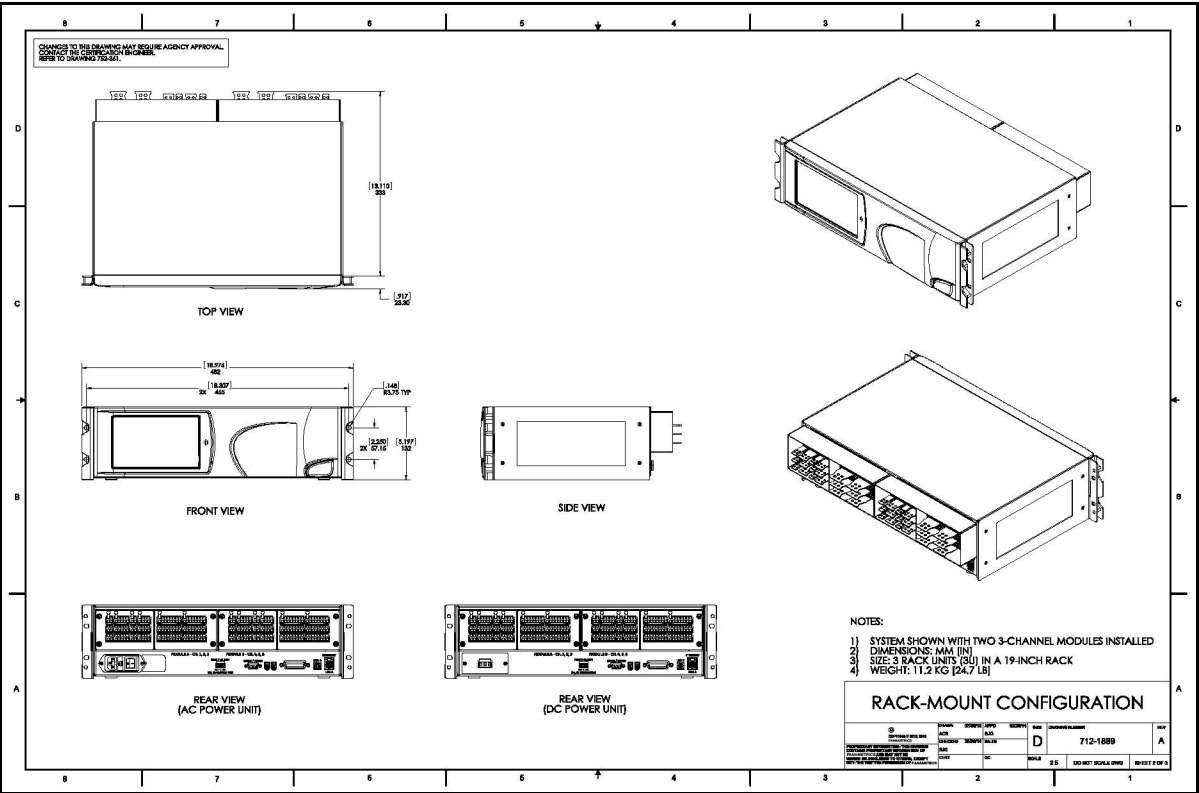
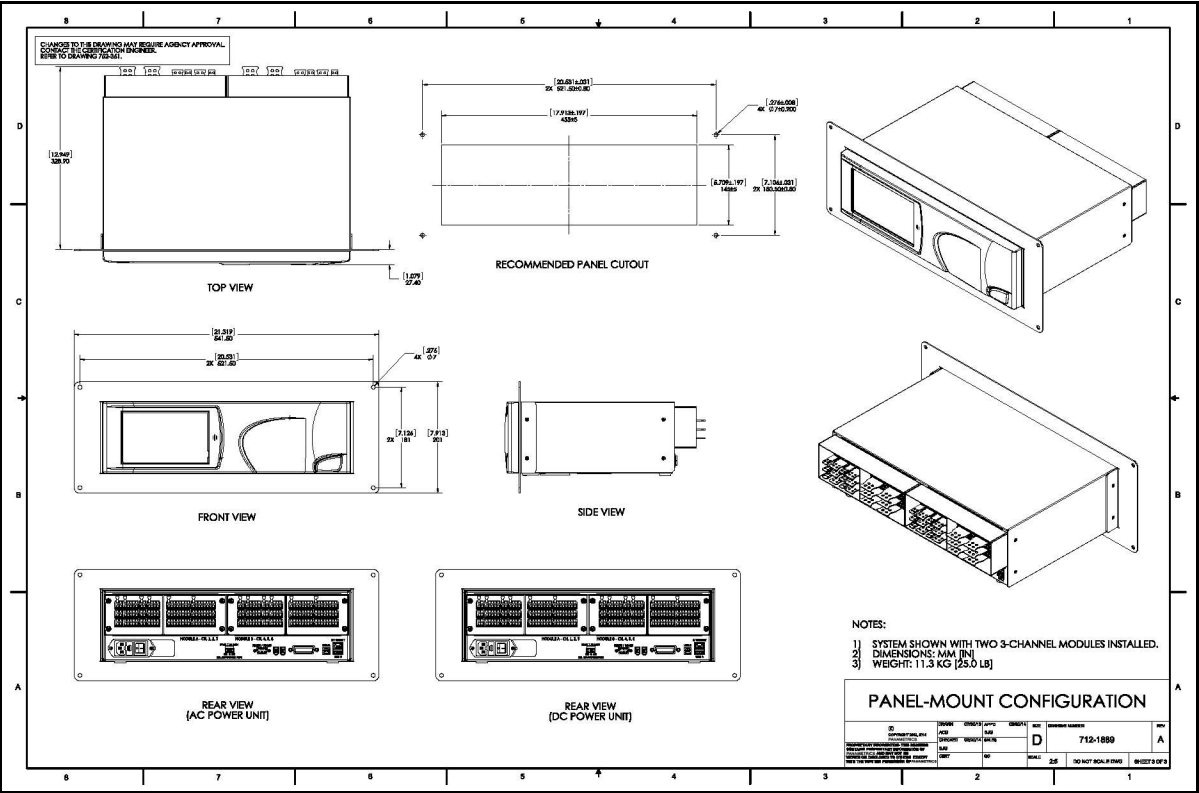

Figura 107: Configuração de montagem em rack (desenho 712-1889_revA, SH 2 de 3)
Figura 108: Configuração de montagem em painel (desenho 712-1889_revA, SH 3 de 3)
- A instalação deve estar em conformidade com *desenhos de configuração* versão 712-1889 para rack (veja a *Figura 107 na página 5*) / bancada (veja a *Figura 106 na página 4*) / painel (veja a *Figura 108 na página 5*).